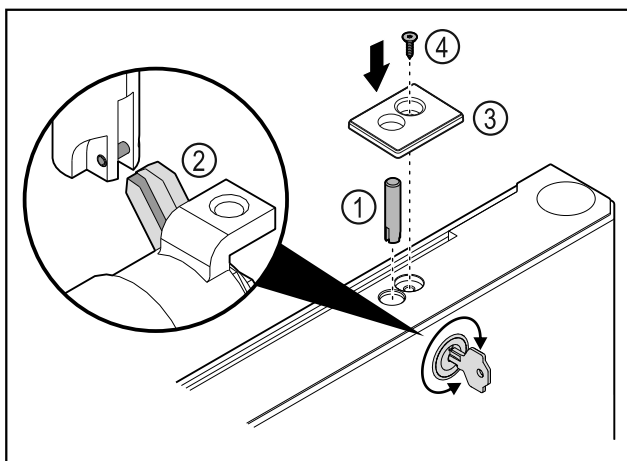

Fig. 37
- ▶ Вставьте запорный палец Fig. 37 (1).
- ▶ Слегка поверните замок, чтобы запорный палец Fig. 37 (2) защелкнулся в пазу замка.
- ▶ Установите крышку Fig. 37 (3).
- ▶ Вставьте винт Fig. 37 (4).